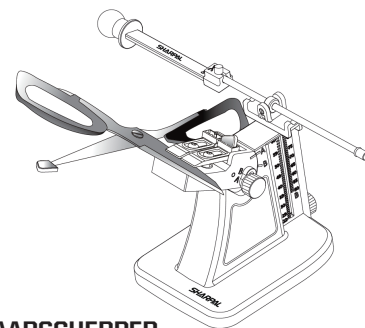

Fig. 1
5. Zorg er bij het slijpen van een schaar voor dat het te slijpen blad goed vastgeklemd zit. Bedek de andere schaarpunt met de beschermkap om mogelijk letsel te voorkomen (Zie Fig. 1).